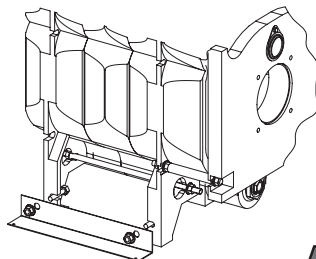

Рис.8
В: В отверстия (рис. 8), находящиеся около ножек корпуса котла, винтами М8 12 закрепите обе консоли (8), используя при том соответствующие засечки.